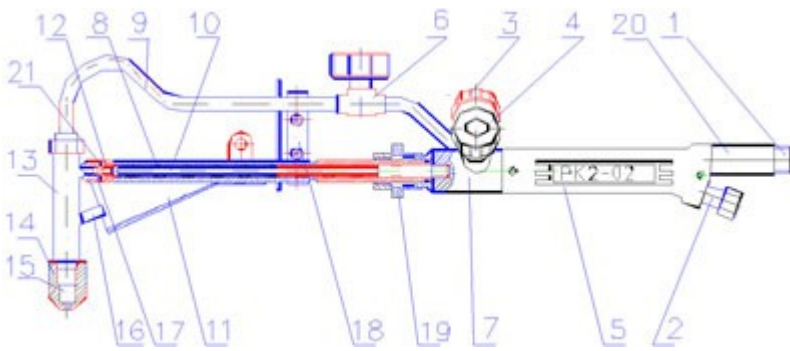

Рис.1. Резак керосино-кислородный:
4.1. Резак (рис.1) состоит из следующих узлов и деталей: ствол с регулирующими вентилями 3, 4; 6; трубка керосина 8; трубка кислорода подогревающего 10; маховичок точной регулировки подачи горючего 19; мундштуки: наружный 14, внутренний 15; подогревающее сопло 16.
5.8. При появлении непрерывных хлопков или обратного удара пламени необходимо быстро закрыть вентиль режущего кислорода 6, вентили горючего 4, подогревающего кислорода 3 (рис.1).
Последовательность операций при запуске резака (рис.1):